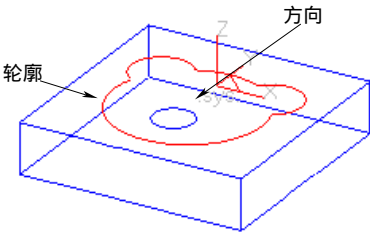

图 8-22 选择轮廓曲线和方向
6) 完成加工参数设置后，单击“ 确定 ”按钮，系统在界面的左下方提示“ 拾取轮廓和加工方向 ”，拾取图 8-22 所示的轮廓曲线和方向。